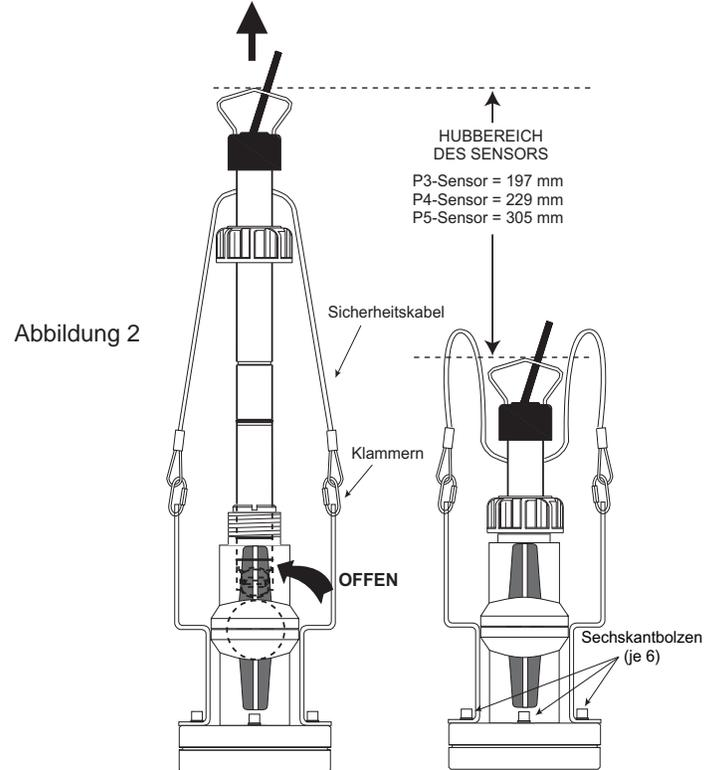

Abbildung 2
4. Den Durchflusssensor nach oben ziehen, um die Sicherheitskabel zu straffen. (Abbildung 2)
5. Das Kugelventil öffnen. (Abbildung 2)
Vor dem Abschrauben der Sensorkappe die sechs (6) Sechskantbolzen überprüfen (Abbildung 2). **Lose Schrauben vor dem Fortfahren fest anziehen.**
2. Den Durchflusssensor vorsichtig mit einer Drehbewegung nach oben ziehen, bis die Sicherheitskabel gestrafft sind. (Abbildung 2)